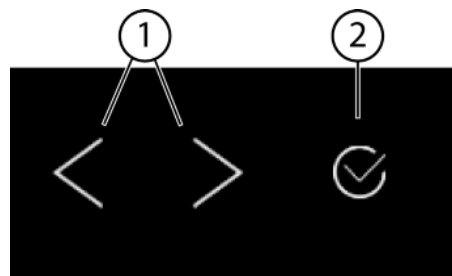
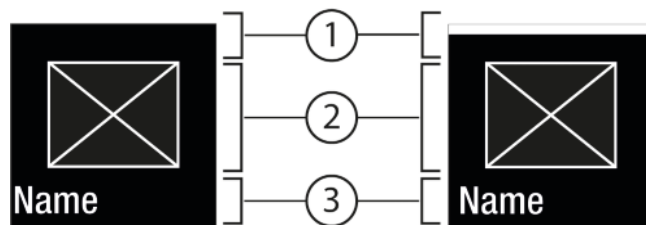
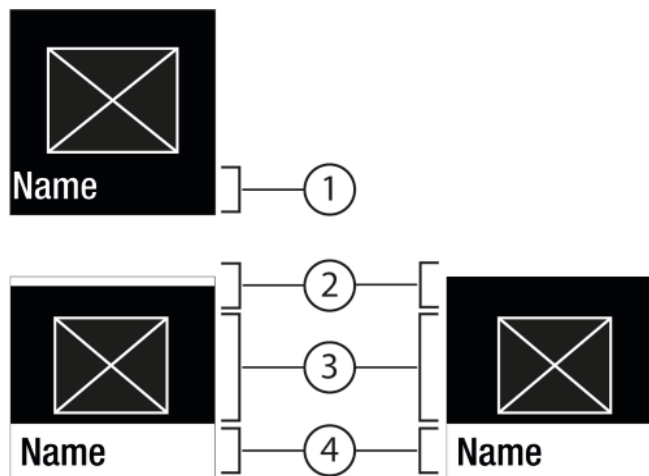

Fig. 5
Fig. 6
Fig. 7
- (1) Стрелка за навигация ляво / дясно (2) Потвърждаване
Стрелка за навигация ляво / дясно Fig. 5 (1):
Потвърждаване Fig. 5 (2):
- Навигиране със стрелка за навигация ляво / дясно Fig. 5 (1).
- С Потвърждаване Fig. 5 (2) функцията / настройката се активира Fig. 6 (1) / деактивира Fig. 6 (1).
- С Потвърждаване Fig. 5 (2) се извиква подменюто Fig. 7 (4).
- Настройване на нова стойност: С Потвърждаване Fig. 5 (2) изберете деактивирана стойност Fig. 6 (1).
- Обратно в менюто: С Потвърждаване Fig. 5 (2) изберете вече активираната стойност Fig. 6 (2).
- ▶ Натиснете стрелките за навигация Fig. 5 (1) дотогава, докато се покаже функцията.
- ▶ Натиснете Потвърждаване Fig. 5 (2).
- ▶ Със стрелките за навигация Fig. 5 (1) изберете стойността за настройка.
- ▷ Състояние: активирано Fig. 6 (1) се появява за кратко в подменюто Fig. 7 (4).
- ▶ Натискайте стрелките за навигация Fig. 5 (1) дотогава, докато се покаже Настройки .
- ▶ Натискайте стрелките за навигация Fig. 5 (1) дотогава, докато се покаже желаната настройка.
- ▶ Натиснете Потвърждаване Fig. 5 (2) в продължение на 3 секунди.